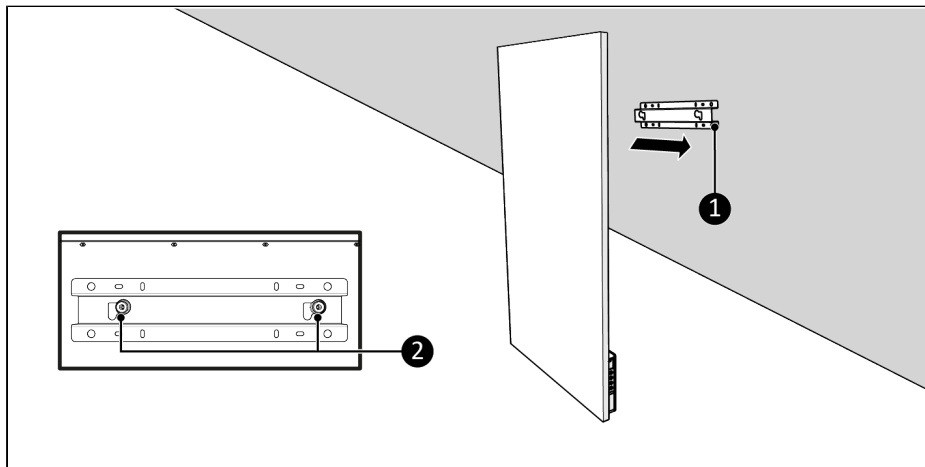

Figure 100.
1. Umístěte montážní šrouby (Figure 100, poz. 2) do nástěnného držáku (Figure 100, poz. 1).